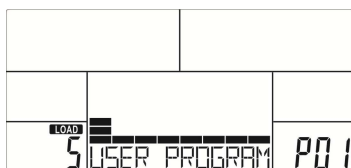

FIG. 20
2. Appuyez sur UP ou DOWN (encodeur) pour sélectionner U1-U4. Appuyez sur UP ou DOWN (encodeur) pour créer le profil utilisateur (Figure 20). Il y a 20 éléments au total, et l'utilisateur peut régler chaque niveau de résistance. Pendant le processus de configuration